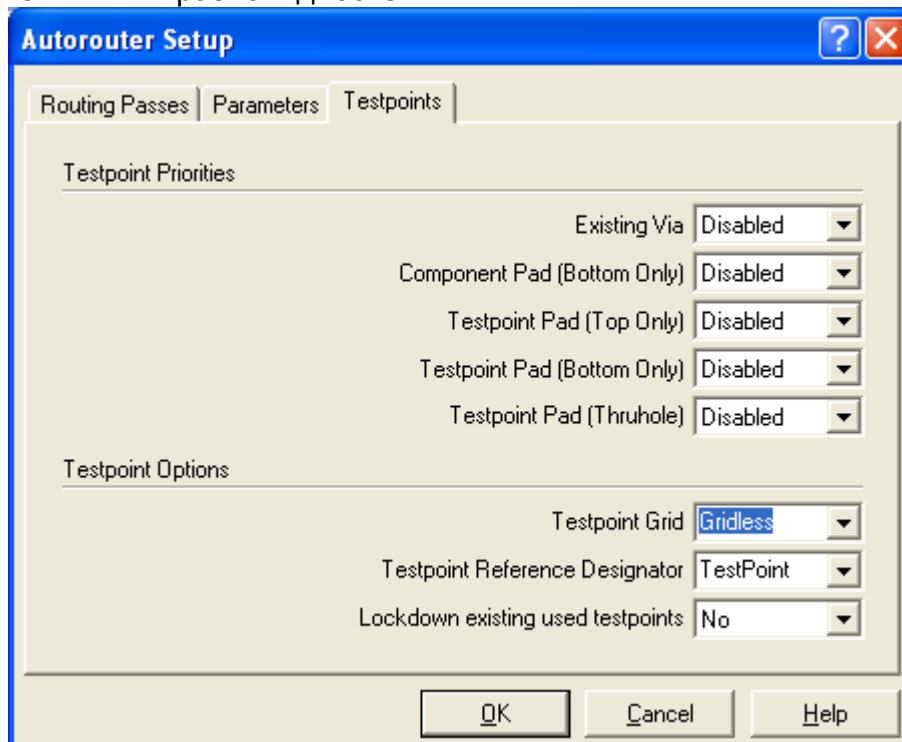

Рисунок 3.19 - Установка параметров контрольных точек
● На закладке **Testpoints** (контрольные точки) **Autorouter Setup**, показанной на *рис. 3.19*, устанавливается приоритет размещения различных контрольных точек в случае необходимости их размещения на печатной плате. Контрольные точки могут быть пяти разновидностей:
- В группе **Testpoint Options** (см. *рис. 3.19*) устанавливаются некоторые параметры для контрольных точек, а именно: